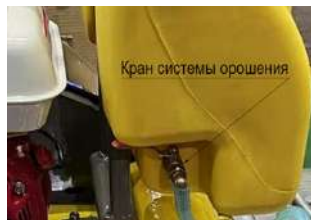

Рис. 13. Кран системы орошения
- при необходимости откройте кран системы орошения (подачи воды) (см. рис. 13);